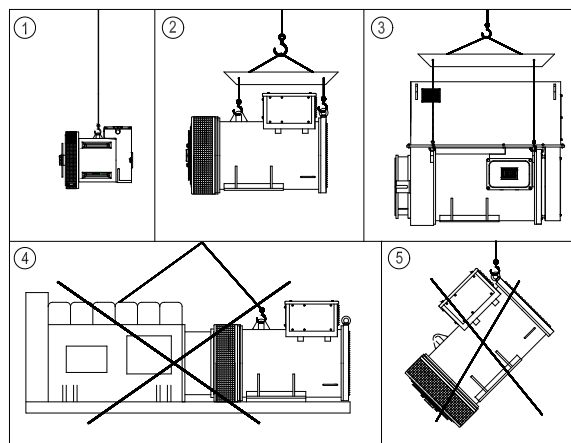

Abbildung 3.1: Handhabung der Lichtmaschine
- Die Positionen 1, 2 und 3 von Abbildung 3.1, stellen die richtige Handhabung von Lichtmaschinen dar und die Positionen 4 und 5 zeigen die falsche Handhabung;